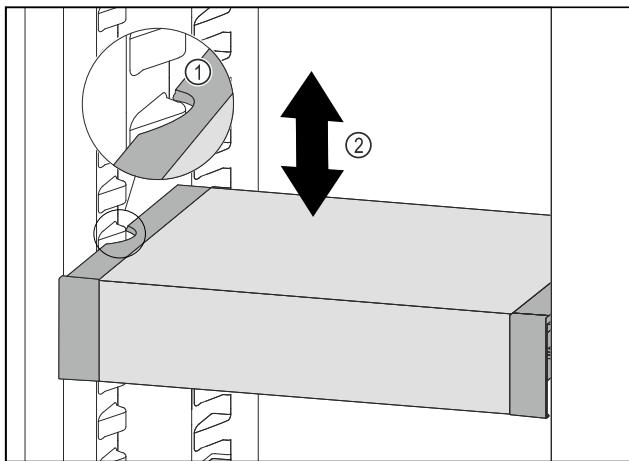

Fig. 105
- Тяните VarioSafe вперед, пока боковые выемки VarioSafe не окажутся на высоте выступа резервуара в холодильном отделении. *Fig. 105 (1)*
- Двигайте VarioSafe в холодильном отделении вверх или вниз, пока не будет достигнута требуемая высота. *Fig. 105 (2)*